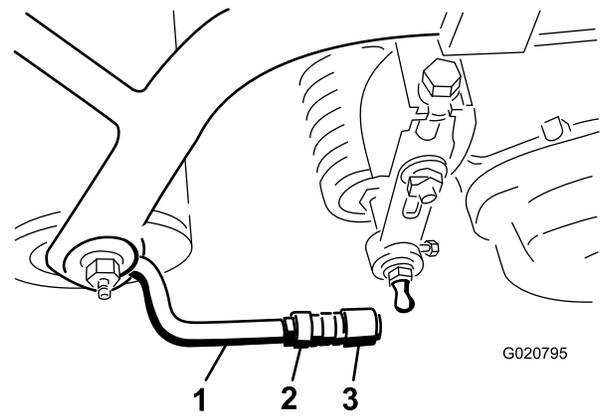

Figure 7
5. Alignez les douilles de rotule de sorte que le côté ouvert soit centré vers la tige de rotule, puis serrez les écrous de blocage pour fixer les douilles en position (Figure 7).